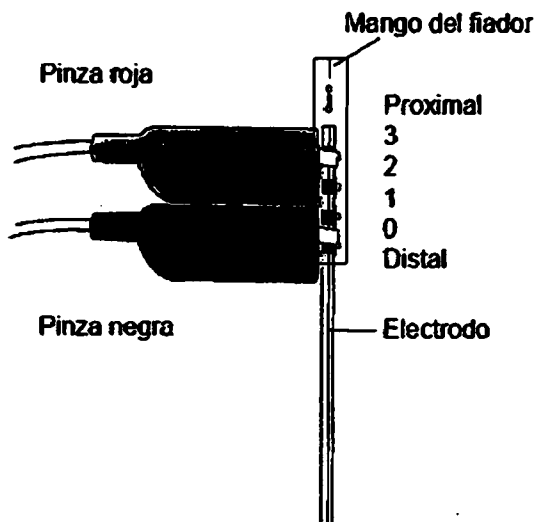

Figura 1. Conecte las pinzas a los contactos del electrodo.
1. Asegúrese de que las fundas aislantes cubren las pinzas de cocodrilo (Figura 1). En caso necesario, deslice las fundas sobre las pinzas de cocodrilo.
2. Conecte las pinzas de cocodrilo a los contactos del electrodo correspondientes a los polos deseados (Figura 1).
En la Figura 1 se presenta un ejemplo de la conexión a los contactos del electrodo para los polos 0 y 3.